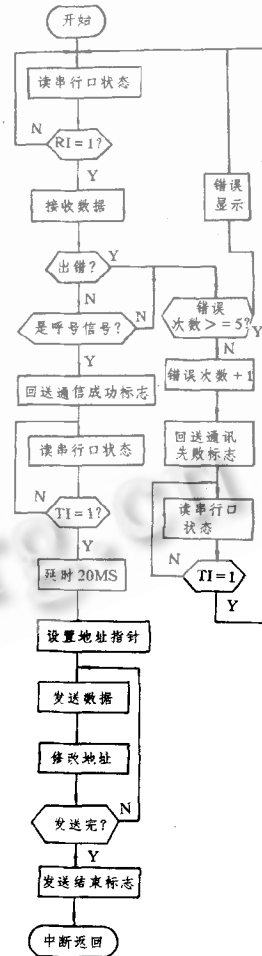

图 10 串行口中断服务子程序
(4)8098 单片机通讯程序。8098 应与 8250 在数据格式上保持一致,故采用串行方式 3,即 1 帧数据由 11 位组成:1 位起始位,8 位数据位,1 位可编程第 9 位数据位,1 位停止位,也应设置偶校验,因而 SP—CON 的值为 0FH,波特率应为 9600 波特,当使用 12MHZ 晶振时,B = 8013H。程序框图分别如图 8、图 9、图 10 所示: